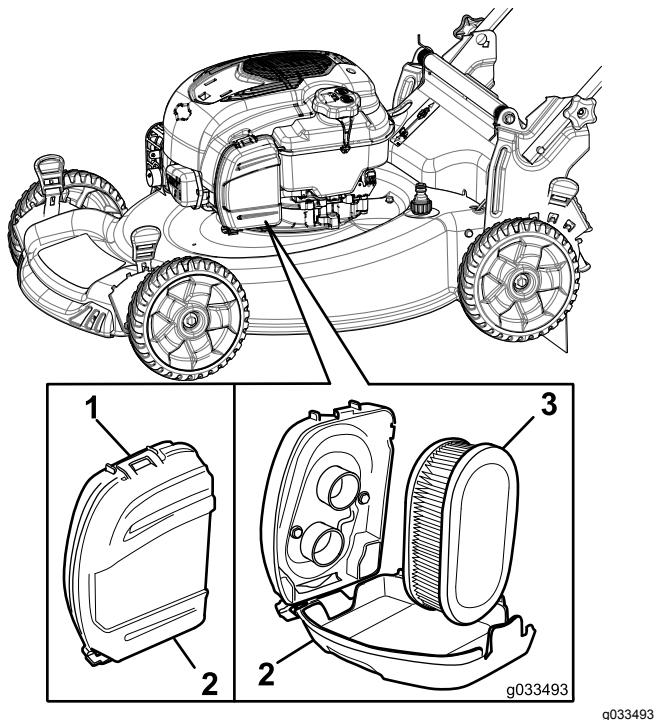

Figura 32
- Abra los cierres de la parte superior de la tapa del filtro de aire (Figura 32).
- Retire el filtro de aire (Figura 32).